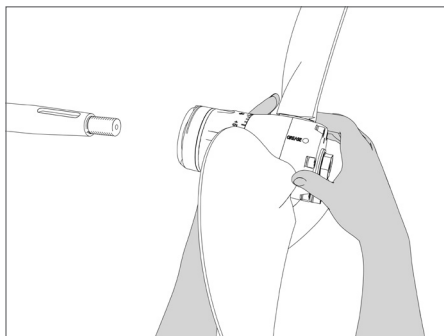
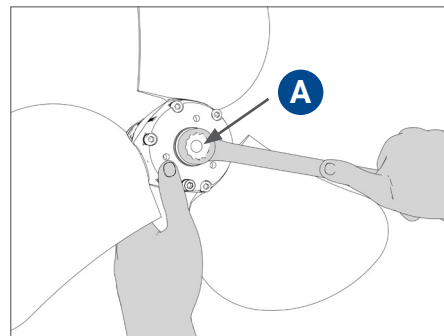

FIG. 6 | Introduction de l'hélice sur l'arbre
FIG. 8 | Vissage de l'écrou de serrage
- Introduire le groupe de l'hélice sur l'arbre sans clavette (**Fig. 6 et 7**), le maintenir en position et visser l'écrou **A** jusqu'à la serrage (**Fig. 8**).